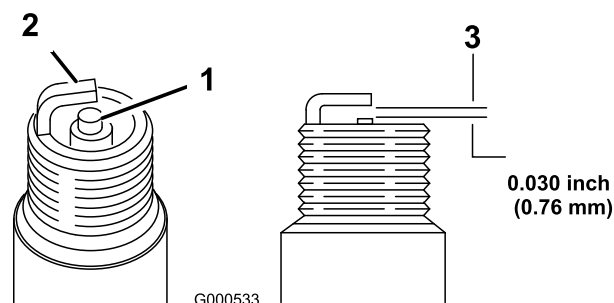

Figura 22
- Ajuste la distancia entre los electrodos a 0.76 mm (0.030") (Figura 22).